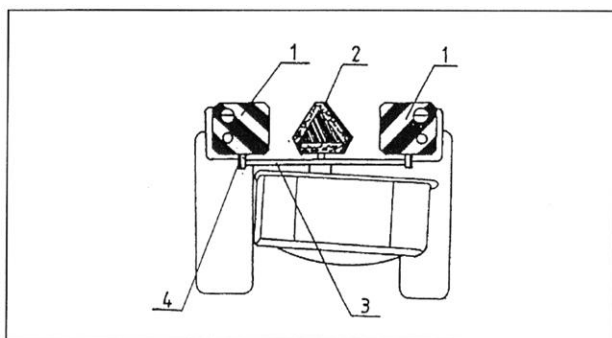

Abb. 6. Warnbeschilderung und Beleuchtung des Mähers:
1. (Abb.6 Pos.1) Die unteren Zugstangen auf die Bolzen des Hauptträgers anbringen (zuerst die linke Seite, dann die rechte Seite) und mit den Stiften verriegeln.
2. Verbinden des Oberlenker mit dem Turm (Abb.6 Pos.2) durch einstecken des Bolzens. Bolzen mit Splint sichern.
- Seitenrückstrahler – orange (die Seitenrückstrahler (4) sollen an den Balken montiert werden (3) (Abb. 6).